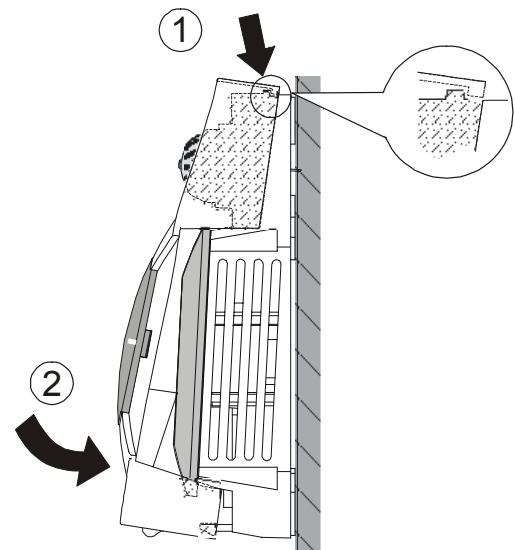

Fig. 5 Assemblage du couvercle
4. Remonter le couvercle comme indiqué Fig. 5 et s'assurer que l'onglet en partie basse s'encliquète.